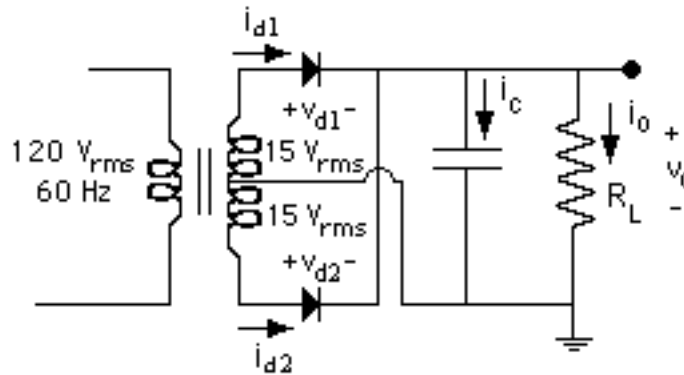

Figura 1.- Rectificador toma central con filtro.
5. En el circuito de la Figura 1, el rectificador toma central con filtro:
1.- Monte el circuito de la Figura 1 sin incluir el condensador y observe en la pantalla del osciloscopio el voltaje en el primario y secundario del transformador, el voltaje en los diodos y el voltaje de salida de dicho circuito. Haga los diagramas en su cuaderno, identificando voltajes y periodos de tiempo en las curvas dibujadas.